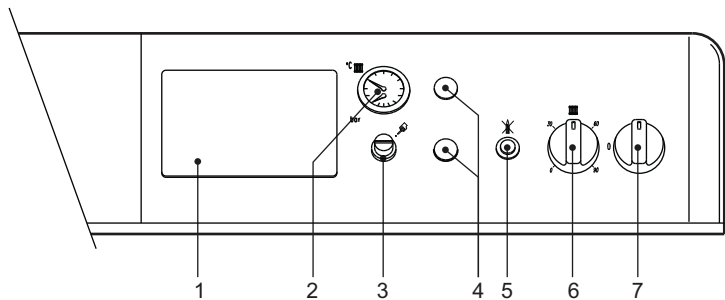

fig. 1 - Pannello comandi
- Portare l'interruttore di caldaia "7" sulla posizione 1 (fig. 1).
- Qualora la caldaia venga dotata di una centralina elettronica termostatica, montata in posizione 1 di fig. 1, l'utente dovrà tenere conto anche delle istruzioni fornite dal costruttore della stessa.
Ruotando la manopola 6 di fig. 1 in senso orario la temperatura dell'acqua di riscaldamento aumenta, in senso antiorario diminuisce. La temperatura può essere variata da un minimo di 30° ad un massimo di 90°. Consigliamo comunque di non far funzionare la caldaia al di sotto dei 45°.
Impostare tramite il termostato ambiente la temperatura desiderata all'interno dei locali. Su comando del termostato ambiente la caldaia si accende e porta l'acqua impianto alla temperatura impostata dal termostato di regolazione caldaia 6 di fig. 1. Al raggiungimento della temperatura desiderata all'interno dei locali il generatore si spegne.
La pressione di caricamento ad impianto freddo, letta sull'idrometro caldaia part. 2 di fig. 1, deve essere di circa 1,0 bar. Qualora durante il funzionamento la pressione dell'impianto scendesse (a causa dell'evaporazione dei gas disciolti nell'acqua) a valori inferiori al minimo sopra descritto, l'utente dovrà, agendo sul rubinetto di caricamento, riportarla al valore iniziale. A fine operazione richiudere sempre il rubinetto di riempimento.